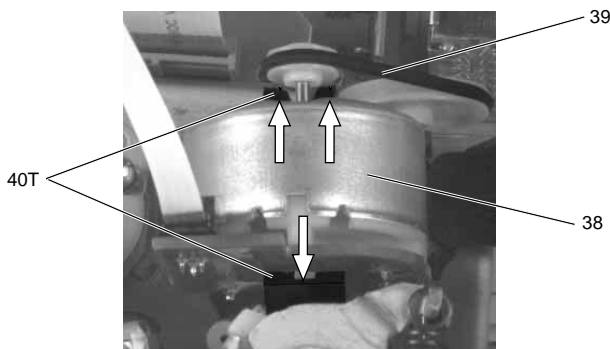

Fig. 15
- Enlever la courroie d'entraînement (Pos. 39) et retirer le câble du moteur (Fig. 15).
- Pousser le support moteur (Pos. 40T) dans le sens de la flèche et retirer le moteur de chargement (Pos. 38) de son support (Fig. 15).
- Remove the drive belt (Pos. 39, Fig. 15) and unplug the connector from the threading motor.
- Press the motor support (Pos. 40T) in the direction of the arrow and take the threading motor (Pos. 38) out of the motor support (Fig. 15).